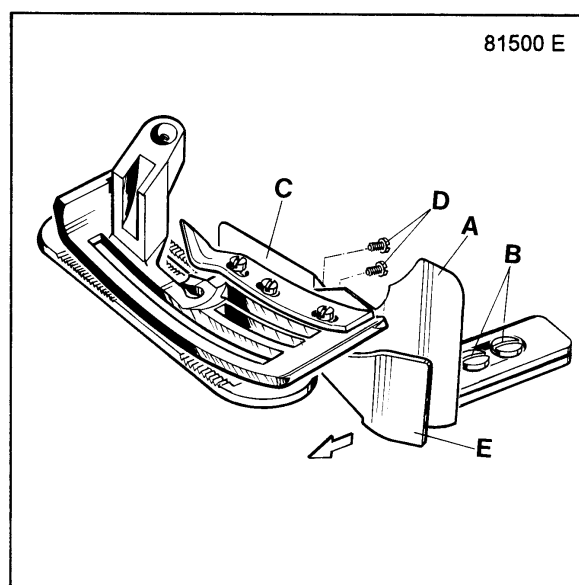

Fig. 6 A
For changing the seam width remove the three screws (F, Fig. 6) and interchange the presser foot tongue (G) with the presser foot tongue for the required seam width. Fasten the tongue with the three screws (F). Set the edge guide (A) laterally as close as possible to the presser foot tongue without contacting it.
Stellen Sie die Kantenführung (A, Fig. 6 und 6A) seitlich so dicht wie möglich an den Drückerfuß, ohne diesen zu berühren. Nach Lösen der beiden Schrauben (B) kann die Kantenführung (A) seitlich verschoben werden. Ziehen Sie die Schrauben wieder an.
Stellen Sie die Stichzunge (C, Fig. 6 und 6 A) so, daß der hintere Teil der Fadenschlinge über die Zunge auf das Nähgut gleitet, während der vordere Teil der Schlinge so lange zurückgehalten wird, bis die Nadel sicher in die Schlinge eingestochen hat. Nach Lösen der Schrauben (D) kann die Stichzunge (C) nach vorne oder hinten verschoben werden. Wird die Stichzunge nach hinten verschoben, wird der vordere Teil der Fadenschlinge länger zurückgehalten. Ziehen Sie die Schrauben (D) wieder an.
Stellen Sie die einstellbare Kantenführung (E, Fig. 6 A) so weit nach links, daß die Kanten der zusammen genähten Stoffbahnen stumpf aneinanderliegen, wenn die Naht aufgeklappt wird!